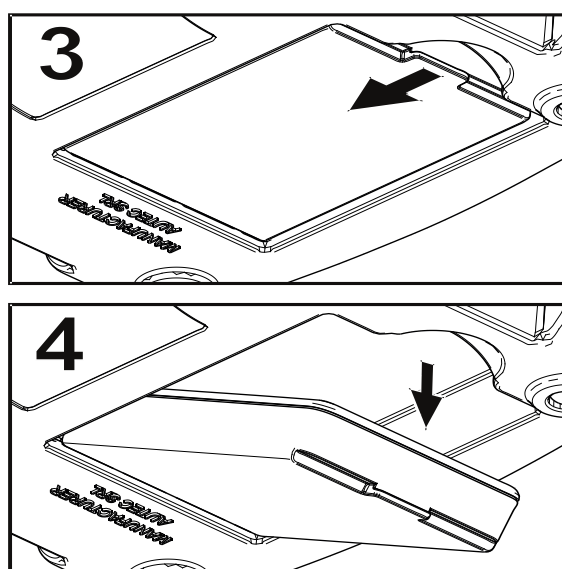

Abb. 12b - Entfernen des Akkus
- Drücken Sie die Batterie in Richtung der Kontakte (Pos. 3, Abb. 12b);
Nehmen Sie die Batterie aus dem Gehäuse (Pos. 4, Abb. 12b).